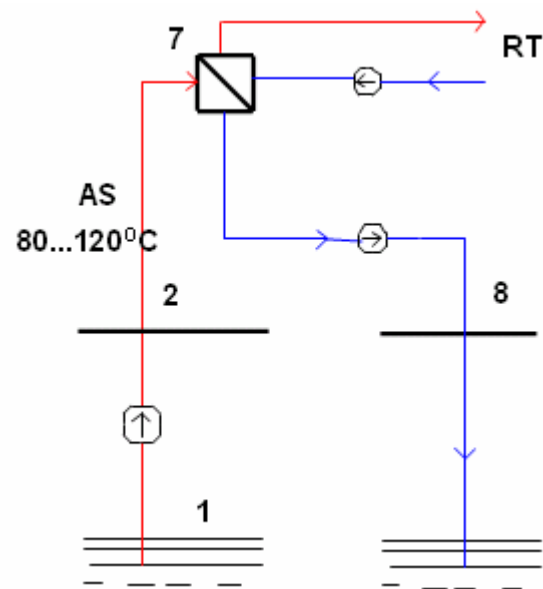

Figura 5.4
- utilizare indirectă la potențial înalt (figura 5.4);